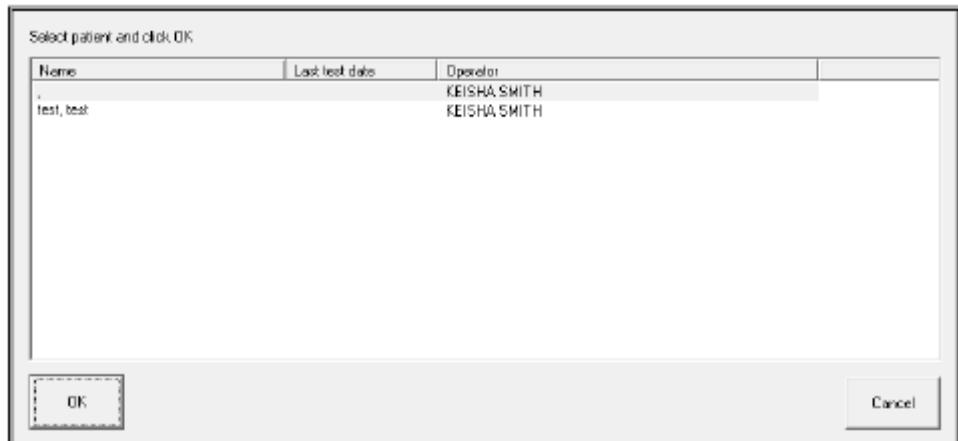

Figura 108: Tela Selecionar Paciente Enfant®
- Clique duas vezes no nome do paciente para selecionar e editar as informações existentes do paciente (Figura 108).